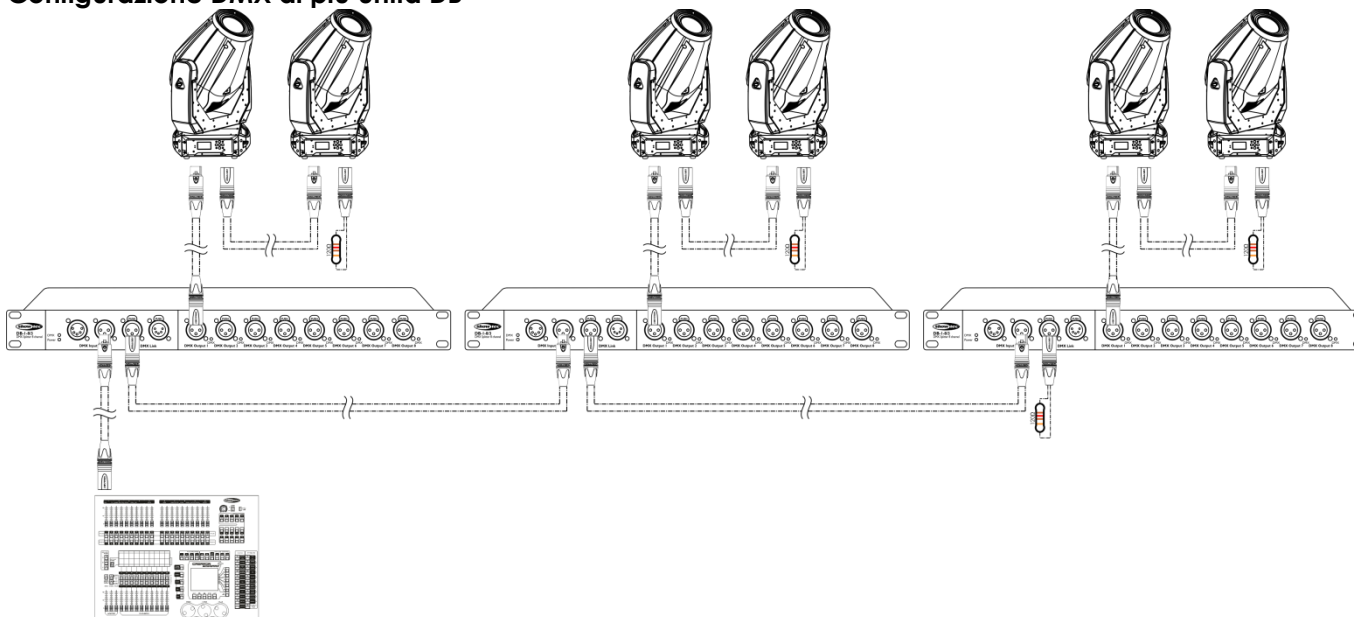

Fig. 03
04) Collegare le unità come indicato nella fig. 03. Collegare la presa DMX "link" della prima unità alla presa DMX "in" della seconda unità, servendosi di un cavo di segnale DMX. Ripetere questo processo fino a collegare la seconda, la terza e la quarta unità.